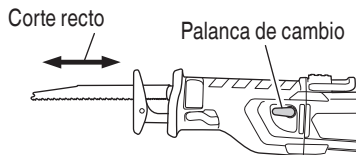
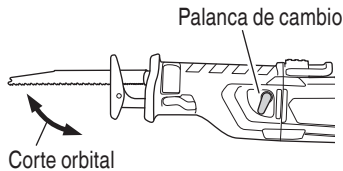

Fig. 10
Fig. 11
Por un lado el corte recto, en el cual la hoja de sierra se mueve linealmente, y el segundo es el corte orbital, en que la hoja de sierra se mueve hacia arriba y hacia abajo, y hacia detrás y hacia delante. (Fig. 10, 11)
El corte orbital puede realizarse eficientemente dado que la hoja de sierra muerde el material con firmeza (Fig. 10).
- (3) Utilice el cuadrante para ajustar la velocidad de la hoja de sierra a los materiales y a otras condiciones de trabajo.
- (4) Podrá cortar con suavidad si ajusta la posición de la palanca de cambio a corte recto. (Fig. 10)
- (2) Podrá cortar con eficiencia si ajusta la velocidad de la hoja de sierra a "6" de la escala del cuadrante.
- (3) Para cortar con eficiencia, se recomienda ajustar la posición de la palanca de cambio a corte orbital (Fig. 11). Alternativamente, podrá realizar cortes bien definidos si ajusta la posición de la palanca de cambio a corte recto (Fig. 10).